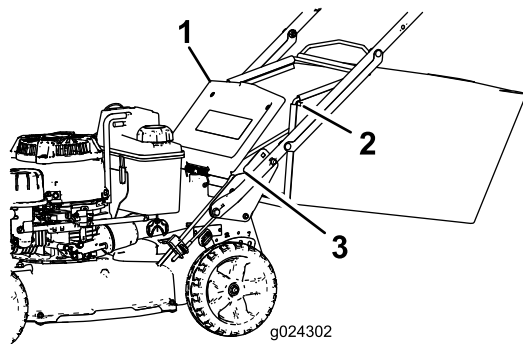

Figura 19
2. Levante y sujete la puerta trasera (Figura 19).
4. Inserte los extremos de la varilla de la bolsa en las muescas de la base del manillar, y mueva la bolsa hacia adelante y hacia atrás para verificar que los extremos de la varilla están asentados en el fondo de cada muesca (Figura 19).
3. Retire la varilla de la bolsa de recogida de las muescas de la base del manillar (Figura 19).